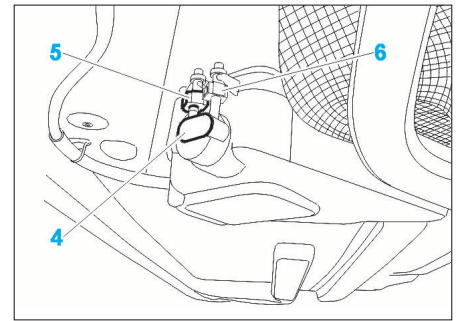

FIG. 58
- Dégrafer l'embout (4) (Fig.58).